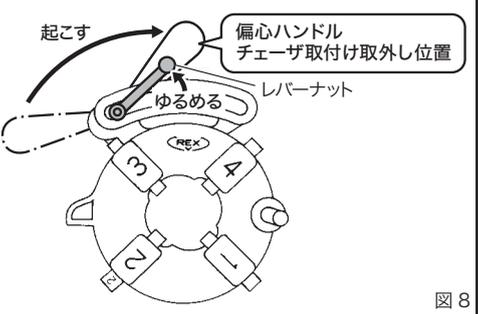
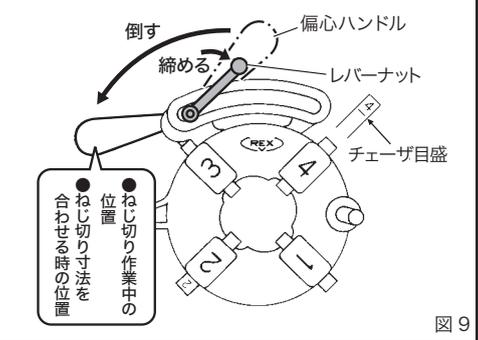

図 8
図 9
a. チェーザの取外し方 (図 8)
- ①偏心ハンドルを図の方向に起こしてレバーナットをゆるめ、偏心ハンドル部を左端いっぱい位置までよせてください。これで 3 番と 4 番のチェーザが取り外せます。
- ②次にダイヘッドを起こすと 1 番と 2 番のチェーザが取り外せます。
b. チェーザの取付け方 (図 9)
- ①ダイヘッドをチェーザを取り外した状態にします。
- ②ダイヘッドの 3 番と 4 番の溝番号に同じ番号のチェーザをチェーザノッチにはまり込むまで差し込んでください。
- ③次にダイヘッドを起こして 1 番と 2 番のチェーザを同じ溝番号に差し込んでください。